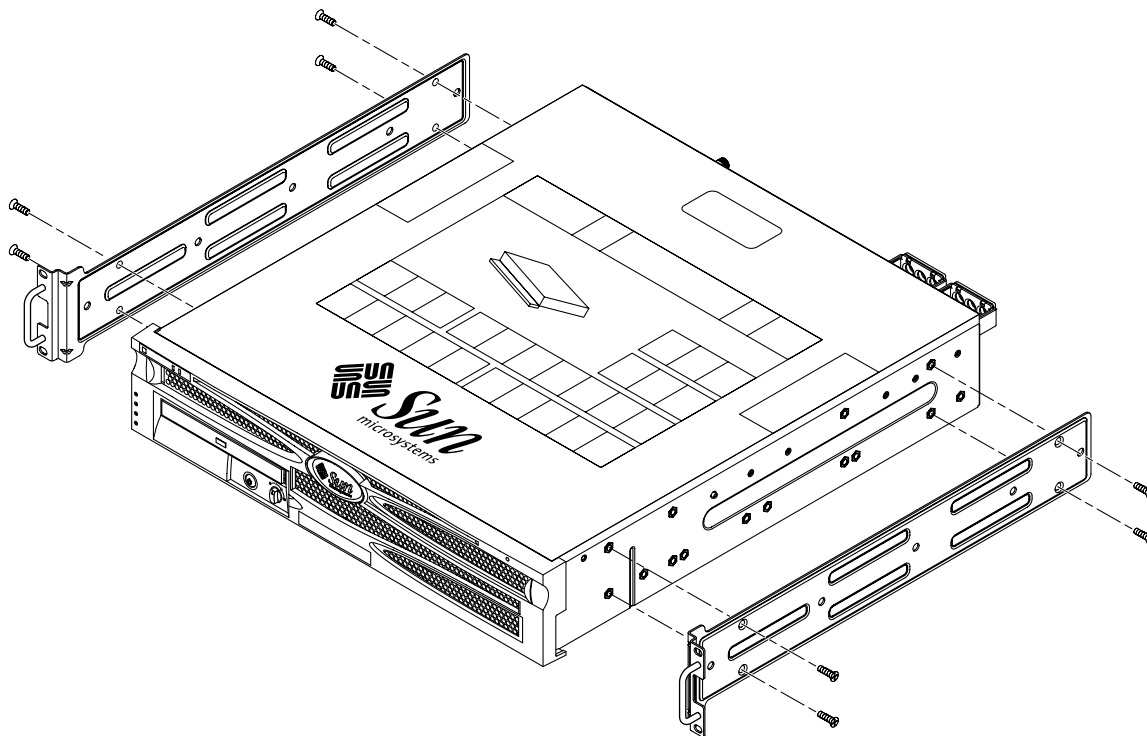

BILD 3-2 Skruva fast monteringskenorna på servern
2. Använd åtta av de medföljande M5 × 8 mm flata stjärnskruvarna (fyra skruvar för varje monteringskena) och skruva fast monteringskenorna på serverns sidor (BILD 3-2).